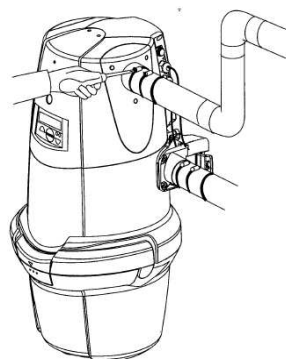

Figura 12
5. Conecte o tubo do sistema à unidade de controle com a luva apropriada, apertando com braçadeiras de metal. As abraçadeiras e as luvas são padrão. (Figura 12)
6. Conecte a unidade de controle ao tubo de ventilação. (Figura 12)